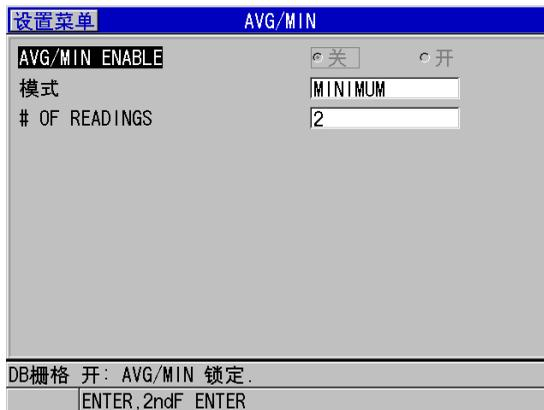

图 10-16 打开平均值 / 最小值测量对话框
- 在**平均值 / 最小值**屏幕中（参见第 155 页的图 10-16）：